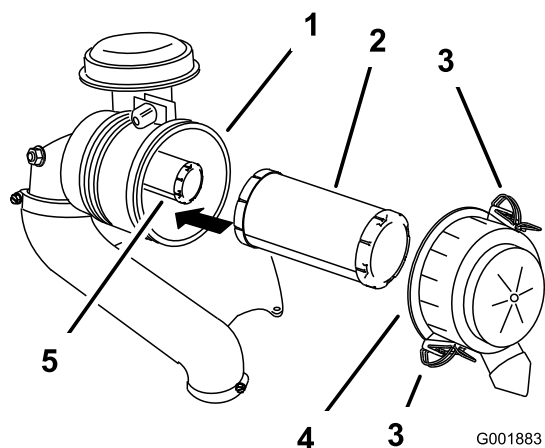

Figura 41
3. Rilasciate i dispositivi di fermo del filtro dell'aria e togliete il coperchio dal corpo del filtro (Figura 41).
- Montate con cautela il filtro primario sul filtro di sicurezza (Figura 41).
- Montate il coperchio del filtro dell'aria e chiudete i fermi (Figura 41).
- Estraete con cautela il filtro primario dal corpo del filtro dell'aria (Figura 41).
- Se sostituite il filtro interno, inseritelo con cautela nel corpo del filtro (Figura 41).